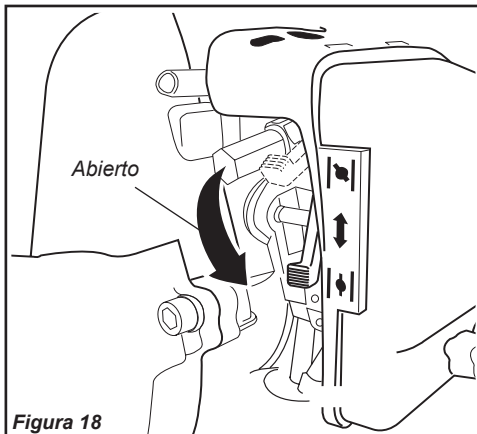

Figura 18
5. Cuando arranque el motor, mueva despacio la palanca del cebador a la posición "OPEN" (abierto). Consulte la figura 18. (Si el motor para después del arranque inicial, cierre la palanca del cebador y vuelva arrancar).